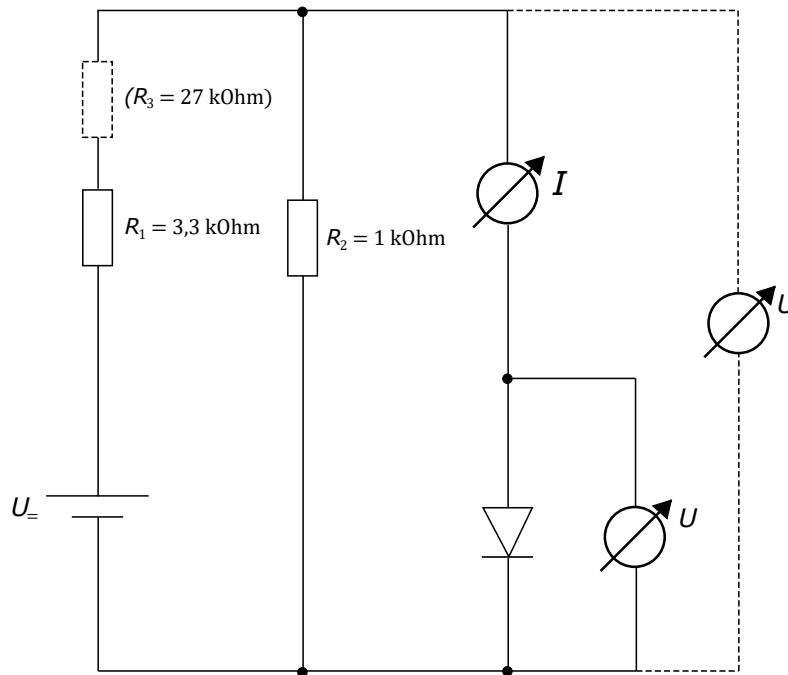

Abb. E24-1: Anordnung zur Messung der Kennlinie einer Ge- und Si-Diode in Stromfehlerschaltung (gestrichelt: Spannungsfehlerschaltung).
Ein ideales Strommessgerät sollte den Innenwiderstand 0Ω , ein ideales Spannungsmessgerät den Innenwiderstand $\infty\Omega$ haben - reale Messgeräte weichen davon ab. So beträgt zum Beispiel der Innenwiderstand des Spannungsmessers DMM3021 „nur“ $10\text{M}\Omega$. Als Folge davon kann an einem Bauteil nie gleichzeitig Strom und Spannung fehlerfrei gemessen werden: In Abb.E24-1 fließt durch die Parallelschaltung des Spannungsmessers zum Lastwiderstand ein zusätzlicher Fehlerstrom durch das Strommessgerät. In der alternativen, gestrichelten Anordnung wird dieser Fehlerstrom zwar vermieden, dafür muss man einen Spannungsfehler in Kauf nehmen: Zusätzlich zur Spannung am Lastwiderstand fällt eine Spannung am Strommessgerät ab, deren Größe meist auch noch vom gewählten Messbereich abhängt. In der Praxis muss man sich entscheiden, in welcher der beiden Messanordnungen der kleinere Fehler entsteht und ggf. den Fehler mithilfe der Instrumentendaten herausrechnen.
- a) Messen Sie die Durchlasskennlinie der Dioden im Bereich zwischen ca. $5 \mu\text{A}$ und ca. 8 mA . Bauen Sie dazu die Schaltung nach Abbildung E24-1 auf. Achten Sie darauf, dass der gewählte Messbereich Ihre Messungen nicht verfälscht.